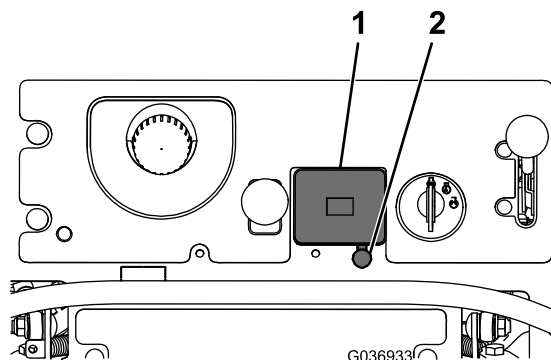

Bild 2
1. Entfernen Sie den Betriebsstundenzähler von der Maschine, indem Sie die Laschen unter dem Bedienfeld zusammendrücken und diese nach oben schieben (**Bild 2**).
2. Stanzen Sie die neben dem Betriebsstundenzähler aus (**Bild 2**).